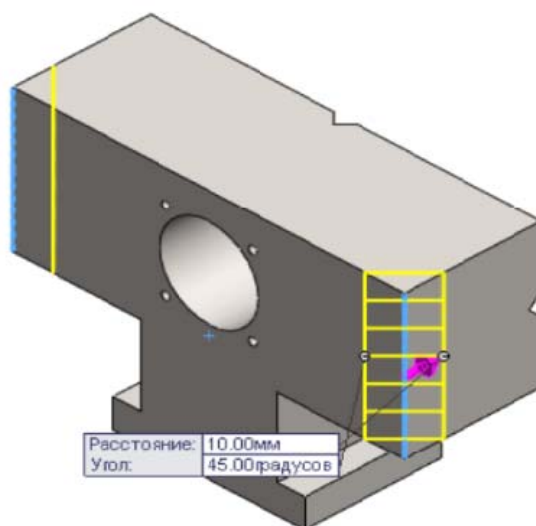

Рис. 2.12. Выбор кромок
3. Выберите кромки, показанные на рис.2.12;